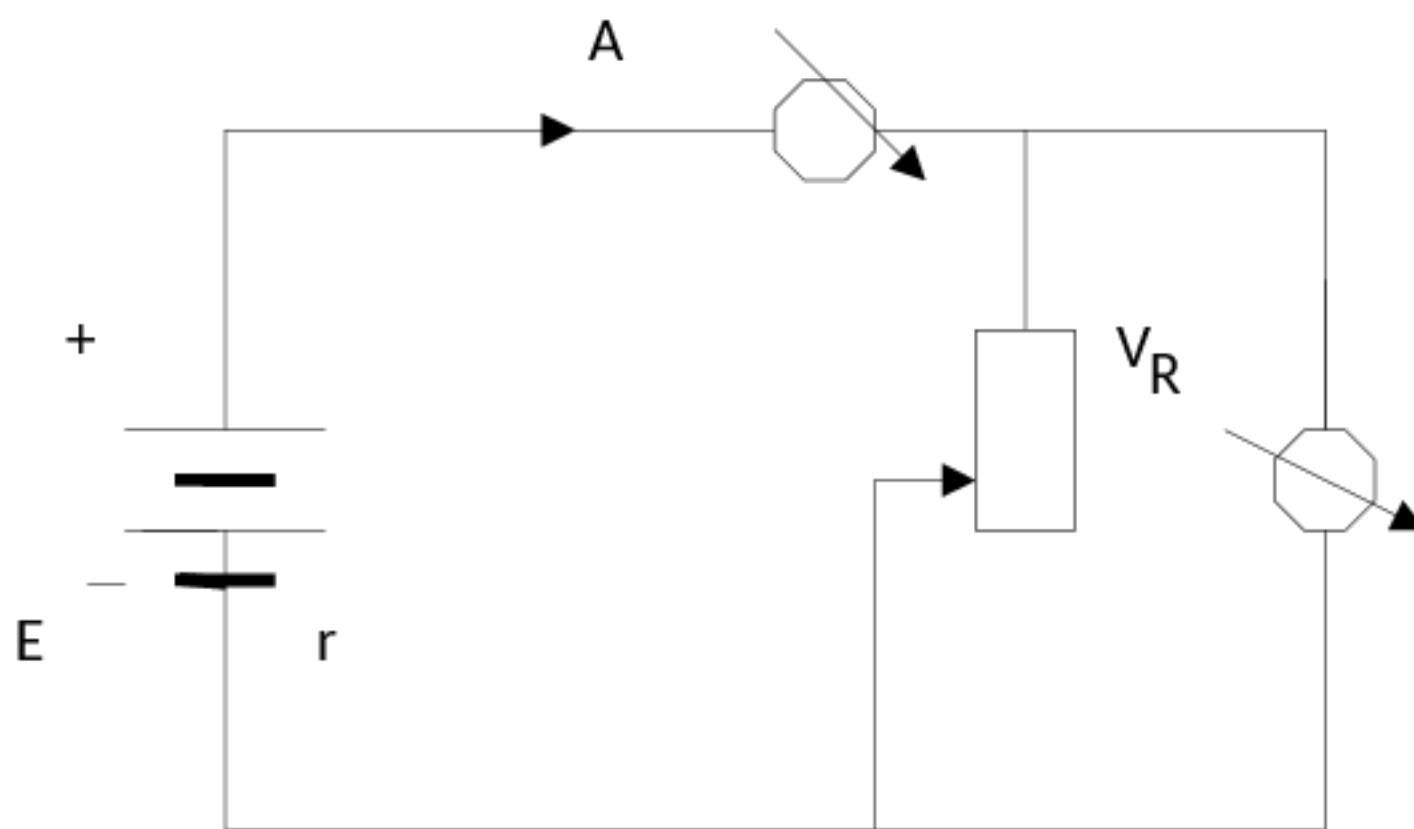

Рис.1.
1. Собрать схему (рис. 1).
3. Вычислить  $R_{x1}$  по формуле (3).
На рис. 1 представлена простейшая цепь, состоящая из источника постоянного тока с ЭДС  $E$  и внутренним сопротивлением  $r$  и нагрузочного реостата  $R$ . Для измерения силы тока и напряжения на нагрузке в цепь включены амперметр  $A$  и вольтметр  $V$ . В такой цепи сила тока, напряжение на нагрузке, полная и полезная мощности оказываются зависимыми от величины нагрузки. Сила тока, например, убывает с ростом сопротивления нагрузки в соответствии с известным законом Ома.